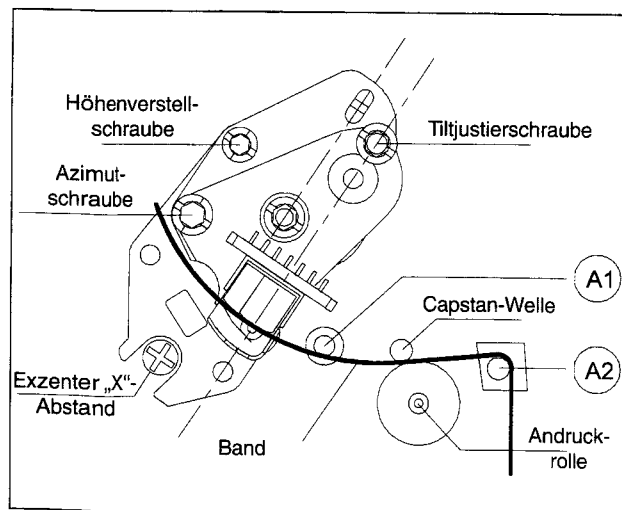

Abb. M13
- Exzeterschraube drehen, bis der maximale Wert des TRIV-Signals erreicht ist (DC-Kopplung; siehe Abb. M13).